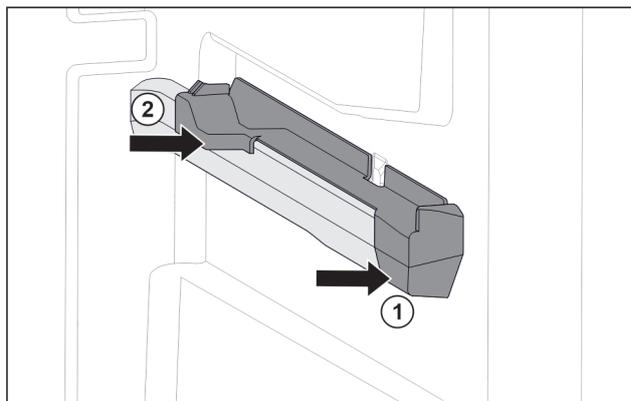

Fig. 94 Pieza de acoplamiento en la nervadura para recipientes derecha
- ▶ Coloque la pieza de acoplamiento delante en la nervadura para recipientes. Fig. 94 (1)
- ▶ Presione la pieza de acoplamiento por detrás. Fig. 94 (2)